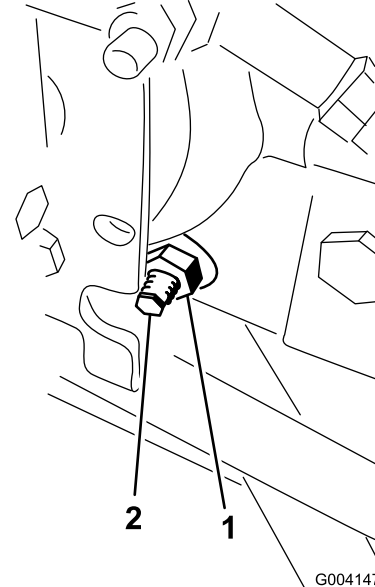

Bild 90
3. Lösen Sie rechts am Hydrostat die Sicherungsmutter an der Fahrtrieb-Einstellnocke (Bild 90).